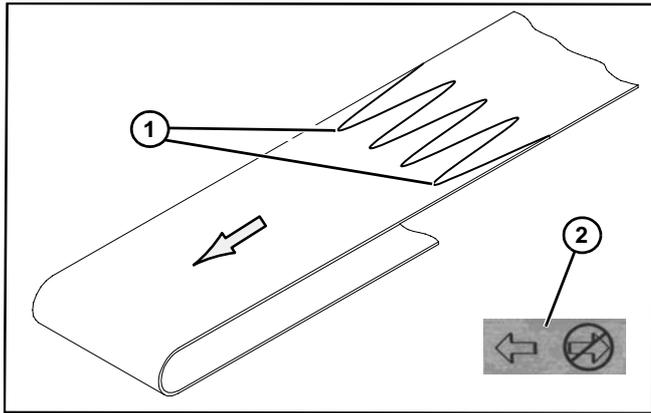

Figure 45
1. Orienter la bande de façon que les doigts de l'épissure (**Figure 45, élément 1**) pointent dans la direction de déplacement de la bande indiqué par l'étiquette (**Figure 45, élément 2**).
2. Orienter la bande de façon que les doigts de l'épissure (Figure 45, élément 1) pointent dans la direction de déplacement de la bande indiqué par l'étiquette (Figure 45, élément 2).